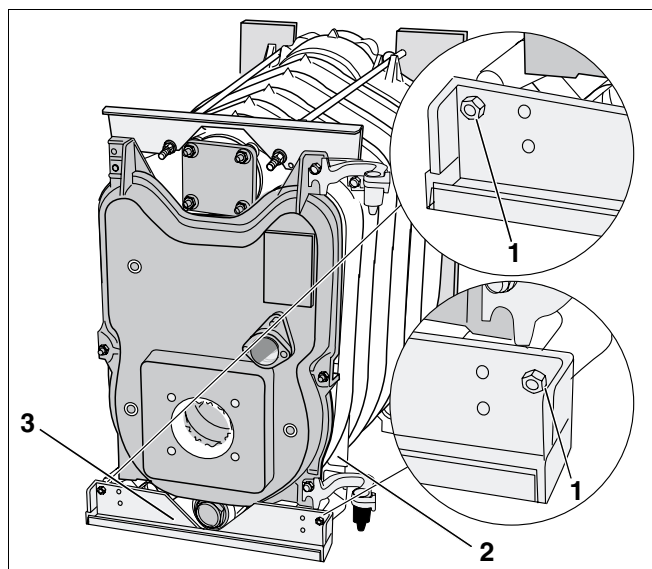

Fig. 42 Montarea traverselor inferioare
- Traversele inferioare (Fig. 42, **Poz. 3**) se fixează cu șuruburi cu cap hexagonal (Fig. 42, **Poz. 1**) la elementul frontal (Fig. 42, **Poz. 2**).